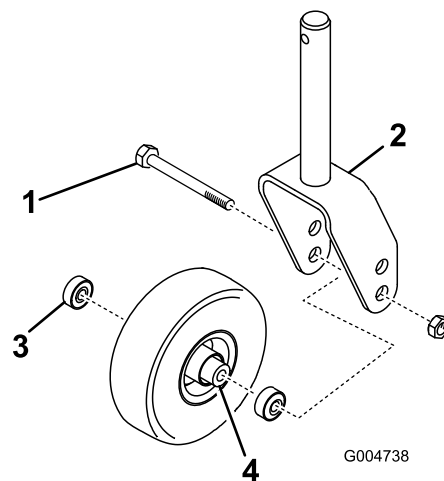

Figure 139
1. Retirez le contre-écrou du boulon qui fixe la roue pivotante entre la fourche ou le bras de pivot (Figure 139).
2. Maintenez la roue pivotante et sortez le boulon de la fourche ou du bras de pivot (Figure 139).
3. Enlevez le roulement du moyeu de la roue et laissez tomber la douille d'écartement à l'extérieur (Figure 139).
4. Enlevez le roulement de l'autre côté du moyeu (Figure 139).